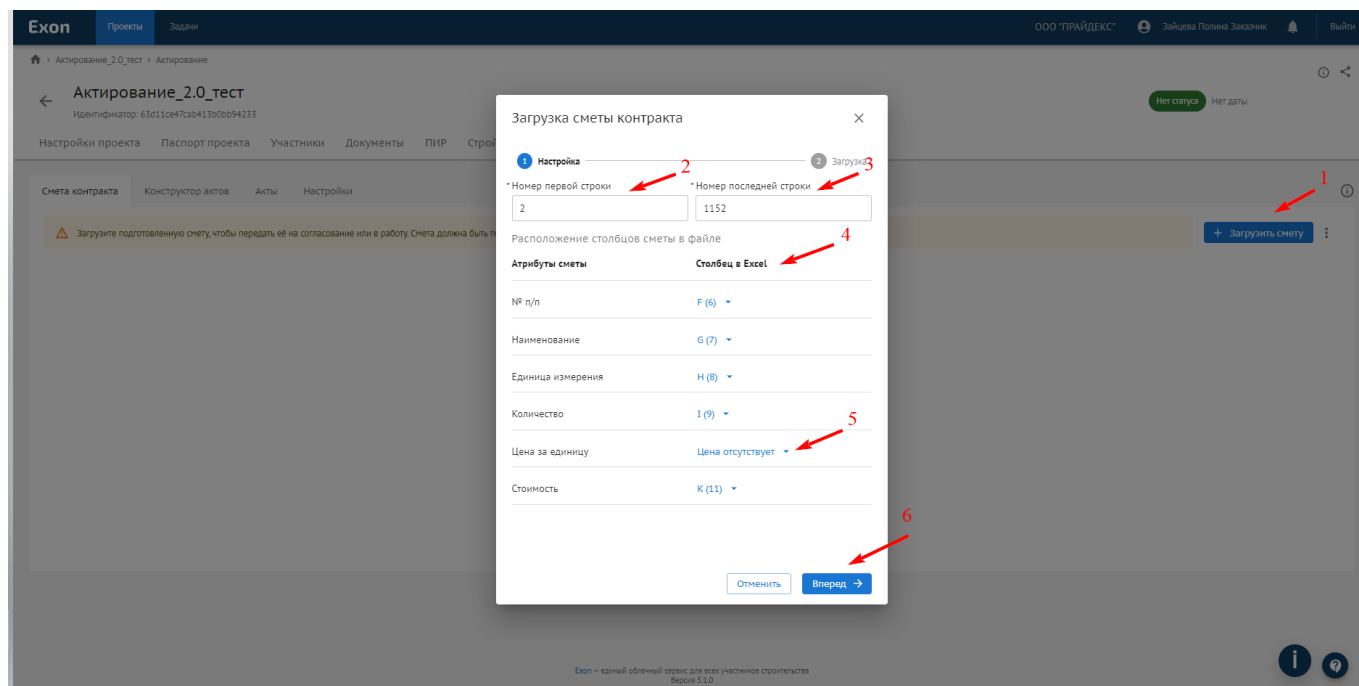

Рис. 16 – Заполнение информации для распознавания файла
8. Теперь нужно загрузить подготовленный шаблон сметы контракта в систему (1) и заполнить информацию в открывшемся дровере для распознавания файла:
- Номер первой строки – это первая строка сметы после заголовка (2);
- Номер последней строки – это последняя строка таблицы сметы (3);
- Выбрать имена столбцов (4) в файле в соответствии с указанными атрибутами - названиями столбцов (3). Если в шаблоне сметы отсутствует столбец Цена за единицу, то из выпадающего списка нужно выбрать: Цена отсутствует (5);
- После заполнения полей, нужно нажать «Вперед» (6) (рис. 16).